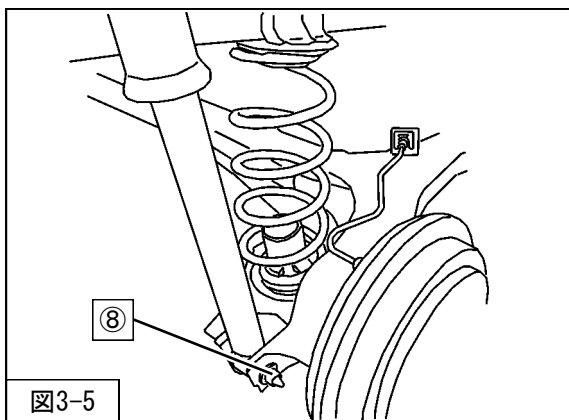

図3-5
6. ⑧リアショックアブソーバASSYロア取付ボルトを取外してください。(図3-5)